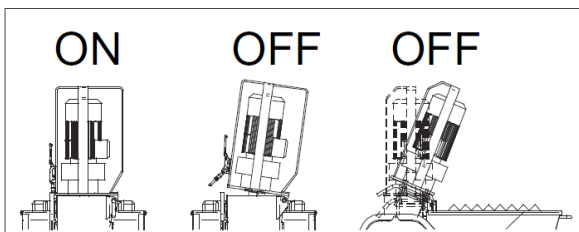

FIG.11
Frenare la macchina bloccando la ruota con freno (rif.5 fig.11).
**⚠** - L'apertura della camera di miscelazione determina l'arresto delle parti in movimento della macchina (fig. 11). È necessario chiudere la camera di miscelazione e premere il pulsante di marcia per riavviare la macchina.